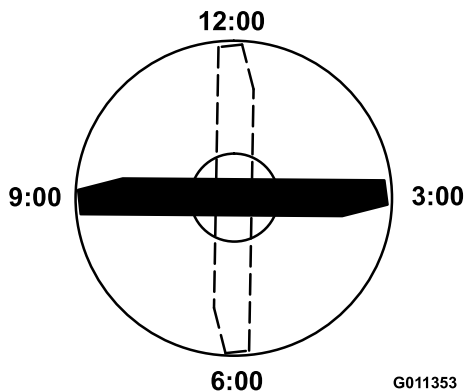

図 82
4. ブレードの印の付いているほうの端部を12時の位置車両進行方向に向け 図 82、作業台の表面からブレードの切っ先までの高さを測定する。
5. 印の付いている端部を3時の位置と9時の位置に向けて図 82それぞれ高さを測定する。